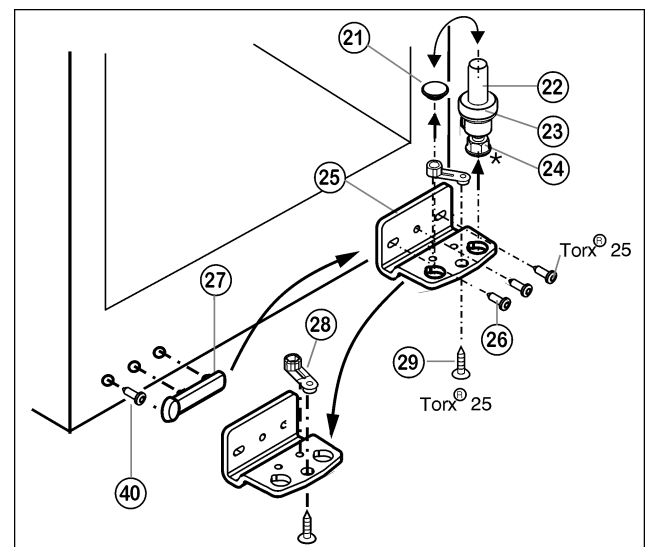

Fig. 5
- Trekk lagerbolten Fig. 5 (22) komplett, med skive Fig. 5 (23) og justeringsfot\* Fig. 5 (24), oppover og av.
- Løft av proppene Fig. 5 (21).
- Skru lagerbukken Fig. 5 (25) av Fig. 5 (26).
- Skru lageret Fig. 5 (28) av Fig. 5 (29), flytt det over til feste-hullet til lagerbukken på motsatt side, og skru det fast igjen.
- Løft forsiktig av dekselet Fig. 5 (27) på håndtakssiden, skru ut Fig. 5 (40)skruen og flytt begge over til den andre siden.
- Skru lagerbukken Fig. 5 (25) fast igjen på den nye hengsel-siden, eventuelt ved hjelp av en batteridrevet skrumaskin (med 4 Nm).
- ▶ Sett proppen *Fig. 5 (21)* inn igjen i det andre hullet.
- ▶ Sett lagerbolten *Fig. 5 (22)* komplett, med skive og justeringsfot\*, på igjen. Pass samtidig på at låsebolten peker bakover.
- ▶ Sett døren ovenfra ned på den nedre lagerbolten *Fig. 5 (22)*.
- ▶ Sett den øvre lagerbukk (12) inn i døren på den nye hengselsiden.
- ▶ Skru fast øvre lagerbukk (12) (med 4 Nm) (2 ganger Torx® 25) (13). Lag ev. skruerhull eller bruk batteridrevet skrumaskin.
- ▶ Klikk både dekselet (10) og dekselet (11) på på motsatt side.
- ▶ Juster ev. døren over de to langhullene i nedre lagerbukk *Fig. 5 (25)* i flukt med enhetens kabinett. Skru ut den midterste skruen.